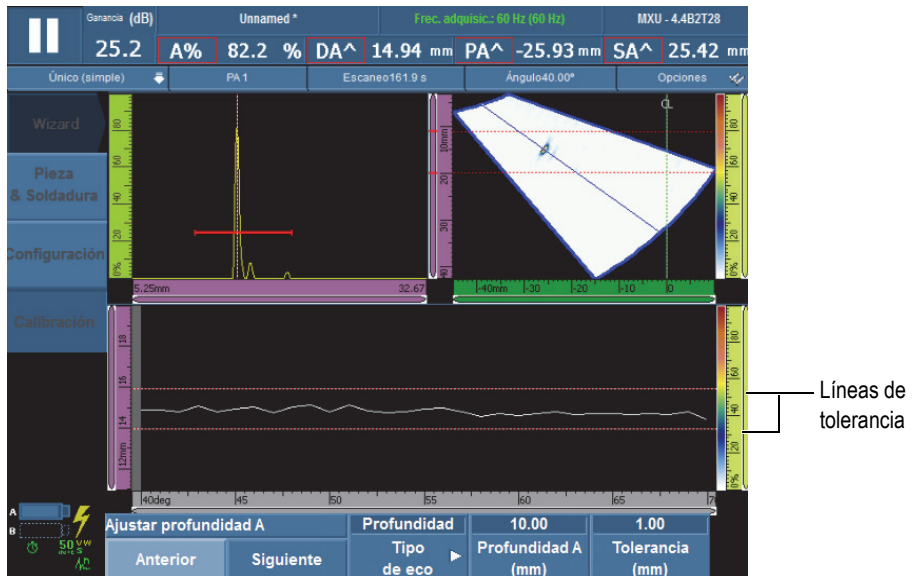

Figura 5-9 Creación de la envolvente para calibrar el retardo de suela
- a) Desplace la sonda hacia adelante y hacia atrás sobre el reflector de calibración para generar una envolvente. Véase la Figura 5-9 en la página 137.